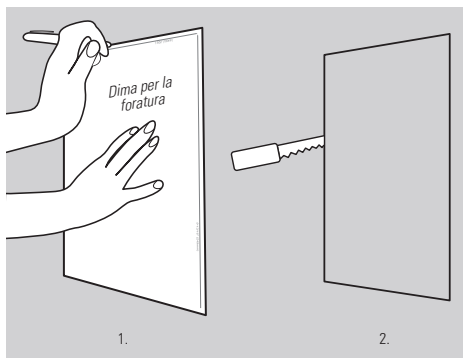

Figura 5
1. Utilizzare la dima da parete fornita per contrassegnare la posizione dell'altoparlante. Utilizzare una sega per realizzare un foro di dimensione appropriata. (Figura 5)